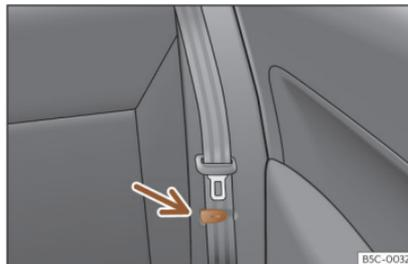

Fig. 111 Asiento trasero: pinza para sujetar el cinturón de seguridad.
- Coloque los cinturones de seguridad laterales en la pinza del revestimiento» fig. 111.